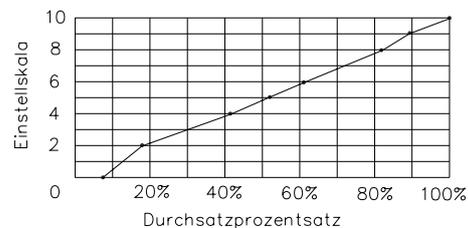

Abb. 6
- Elektronische Intervalleinstellung (Abb. 6)